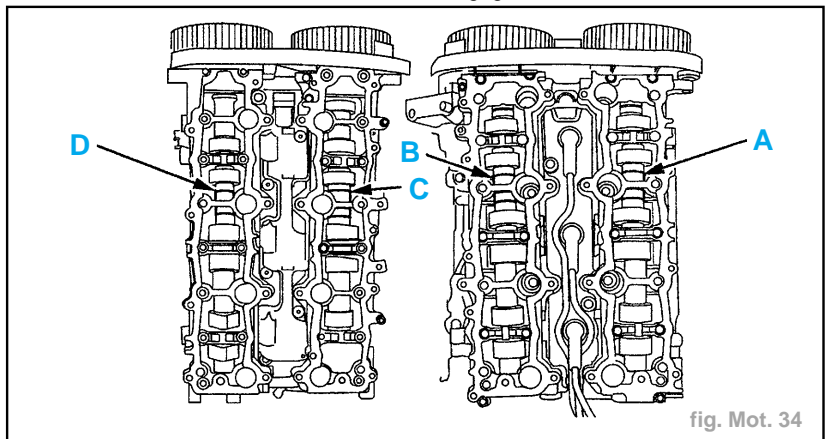

fig. Mot. 34
- L'identification des arbres à cames est possible grâce à un marquage (zone(s) A - B - C - D) (fig. Mot. 34).